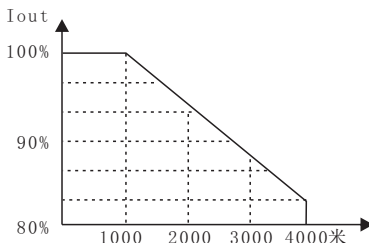

图1-4 变频器降额曲线图
- 在海拔高度超过1000米的地区，由于空气稀薄，变频器的散热效果会变差，此时需降额使用。一般的，每升高1000m需降额10%左右。降额曲线参见图1-4。